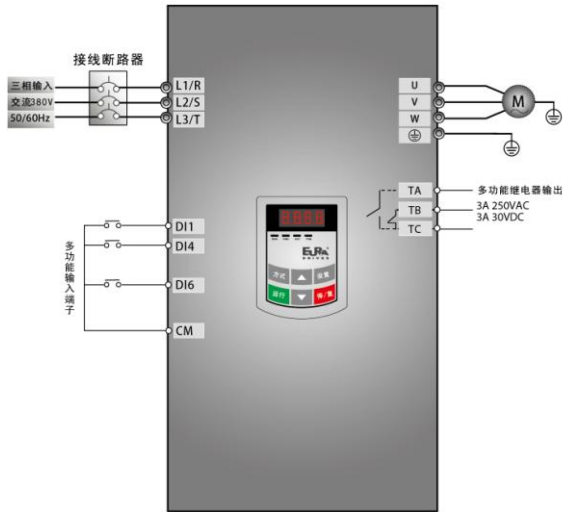

图 5-7 接线图 2
- (1) 按图 5-7 配线，检查接线正确后，合上空气开关，变频器上电；